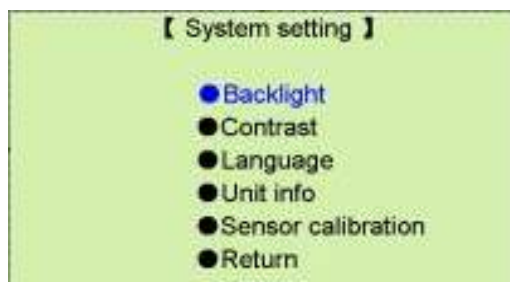

Рис. 17
2) В подпункте установки системы, выберите интересующие Вас регулировки, как на Рис. 17.